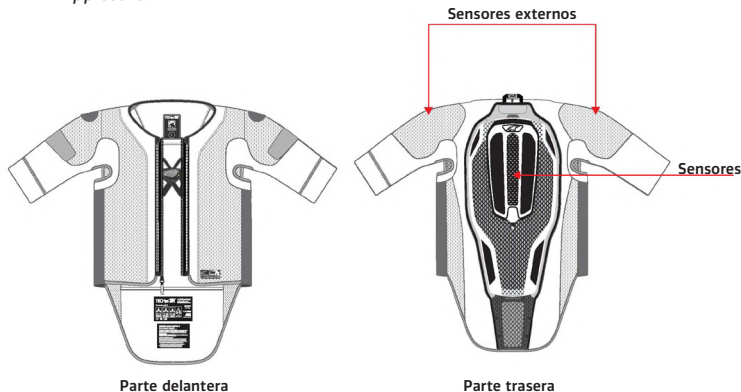

Figura 1: Ubicación de los sensores
El Sistema consta de una Unidad de Control del Airbag (6) con sensores incorporados e integrados en el Protector de Espalda (5), con dos sensores externos colocados en los hombros, como se muestra en la Figura 1.